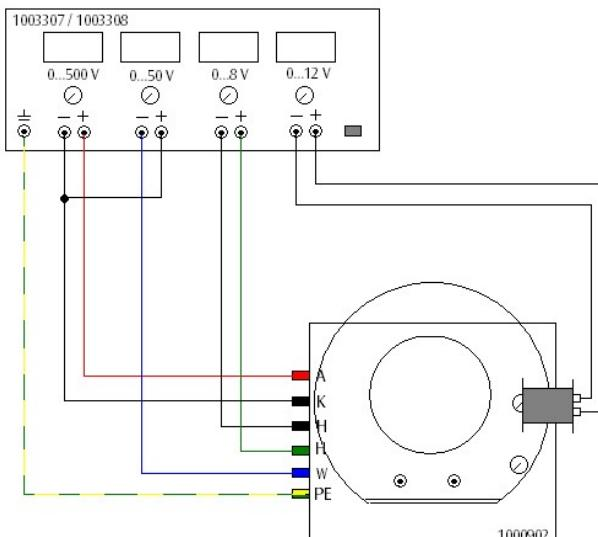

Fig. 5 Déviation magnétique du faisceau électronique.
- Fixez une bobine sur le côté droit de l'anneau métallique comme dans la fig. 5.
- Procédez au câblage comme le montre la fig. 5.